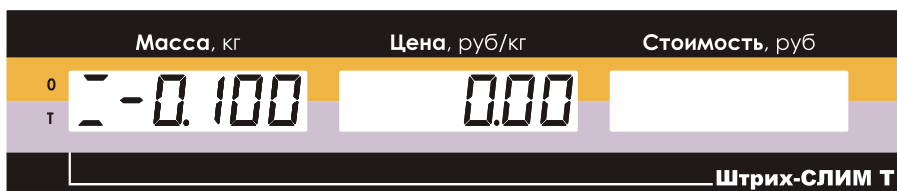

Рисунок 55. Показания дисплея при введенной известной массе тары.
- повторно нажмите на клавишу  (короткое нажатие), на индикаторе отобразится значение массы тары со знаком минус, при этом указатели Т ("Тара") и 0 ("Ноль") будут гореть (см. Рисунок 55):